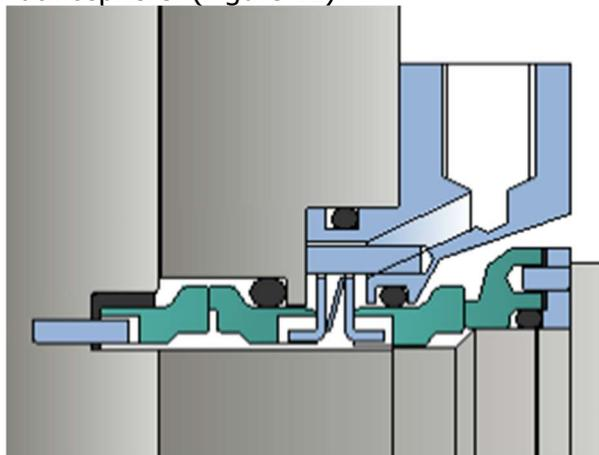

Figure 12 – Joint d'étanchéité mécanique double (Types de pompe 40-70)
Les joints d'étanchéité doubles des codes D prévoient la présence d'un fluide entre les joints d'étanchéité mécaniques primaire et secondaire pour former un barrage entre la pompe et l'atmosphère. (Figure 12)
- Le système peut être installé selon des indications de la figure 12 mais il doit être capable de supporter la pression totale du système de pompage du fluide.